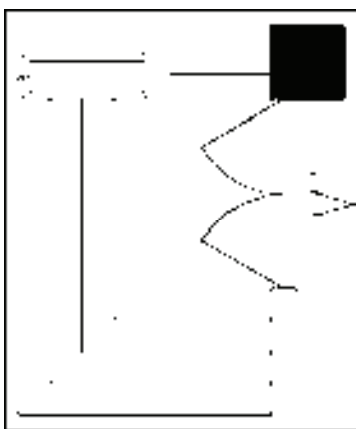

图 15-53 绘制台阶挡墙
8) 调用“分解”命令，分解偏移得到的矩形；调用“删除”命令，删除矩形边，绘制台阶挡墙的结果如图 15-53 所示。